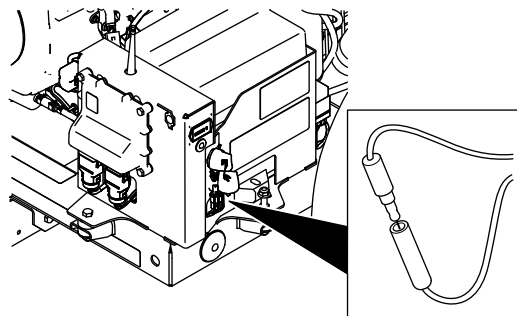

Figura 55
2. Scoatei conectorul cu un pin din conectorul cu un soclu (Figura 55).
3. Introducei conectorul cu un pin în conectorul cu un soclu (Figura 55).